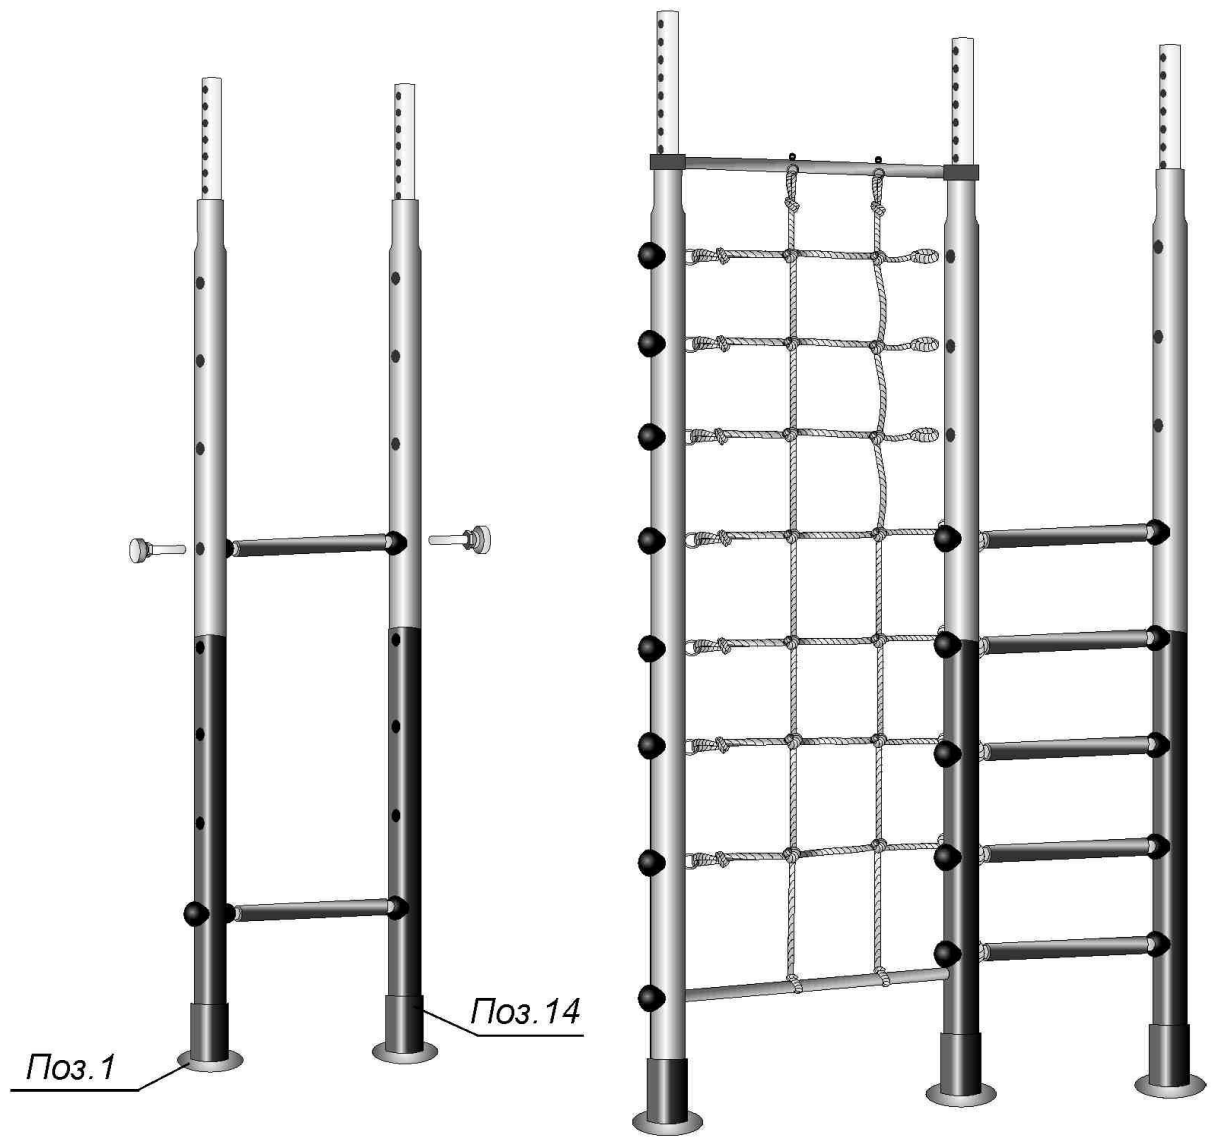

Рис.4
6.2.5. На одну из стоек лестницы сверху надеть перемычку для сетки. Рисунок 4.
6.2.8. В верхние стойки вставить четыре одинаковые распорные трубы до упора. Рисунок 4.
6.2.11. При установке КОМПЛЕКСА в вертикальное положение установить стаканы на нижние стойки, поз. 14 и нижние опоры поз. 1. Рисунок 4.